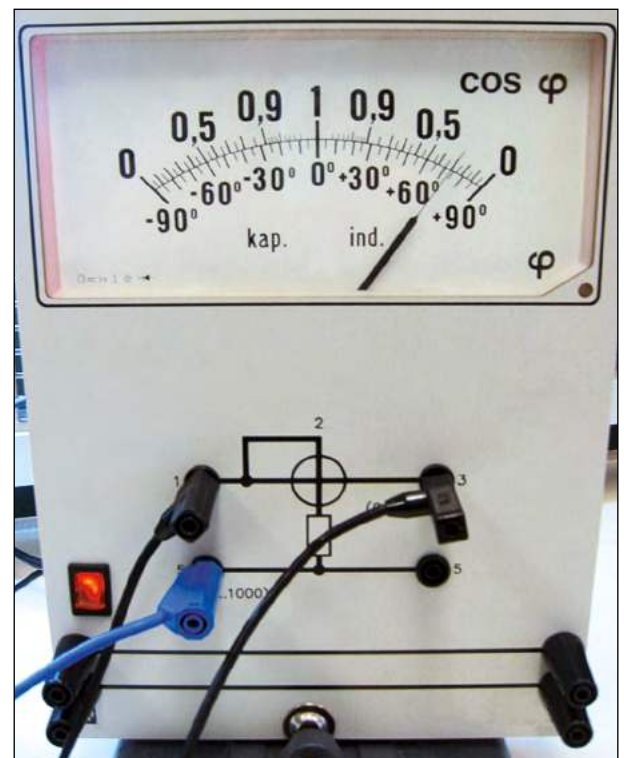

Bild 2: Leistungsfaktormesser
c)	aus Bild 2: Wirkfaktor $\cos \varphi \approx 0,3$ ind. Phasenverschiebungswinkel $\varphi \approx 74^\circ$
c) Ermitteln Sie daraus den Phasenverschiebungswinkel φ der Leuchtstofflampen-Schaltung und vergleichen Sie den so bestimmten Phasenverschiebungswinkel mit dem vom Messgerät angezeigten Phasenverschiebungswinkel (**Bild 2, Seite 13**).